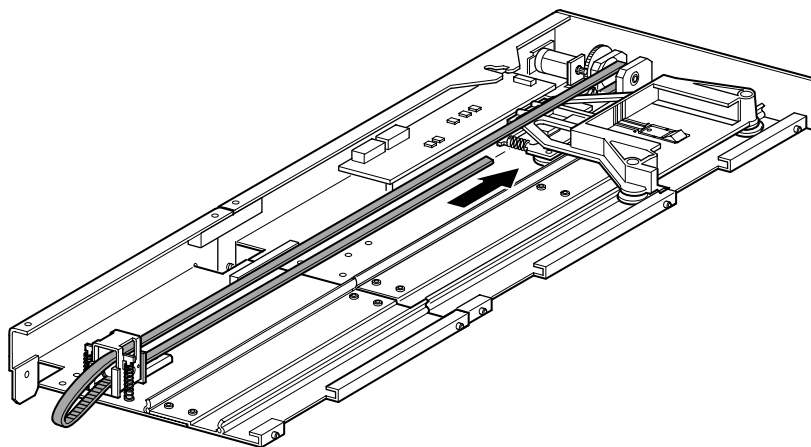

Abbildung 2–18. Einbauen des Steuerriemens
4. Positionieren Sie den Medientransportwagen über der Zugangsaussparung für den Riemenblock (siehe Abbildung 2–11).